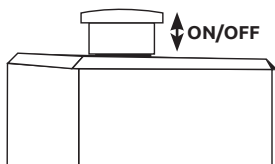

figure 2
- ▶ Ouvrez la vanne de sortie, réglez le bouton de l'interrupteur de pression en position «ON» (Fig.2) et laissez le compresseur fonctionner pendant 10 minutes sans charge, afin d'assurer la lubrification des pièces mobiles avant le service régulier.